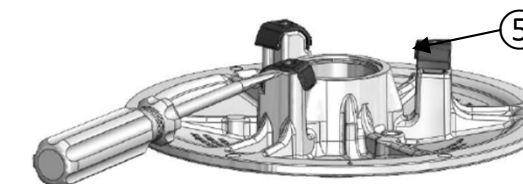

Figure 25
- Après avoir retiré les vis ⑥ (si applicable) des patins de came ⑤ avec un tournevis Torx no. 10, les patins de came ⑤ peuvent être retirés à l'aide d'un tournevis à tête plate (figure 25).